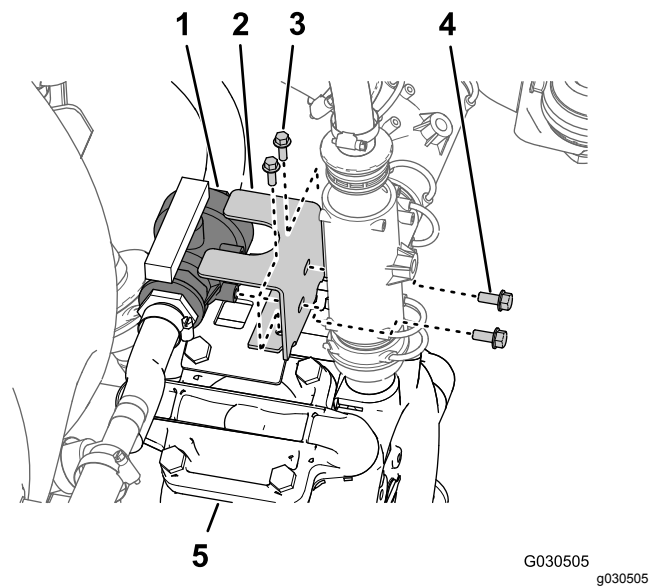

Bild 67
5. Entfernen Sie oben an der Sprühpumpe die zwei Bundkopfschrauben (5/16" x 3/4"), mit denen das Kugelventil an der Ventilhalterung befestigt ist (Bild 67).
6. Entfernen Sie die zwei Bundkopfschrauben (1/4" x 3/4"), mit denen die Ventilhalterung an der Befestigungshalterung oben an der Pumpe befestigt ist (Bild 67).